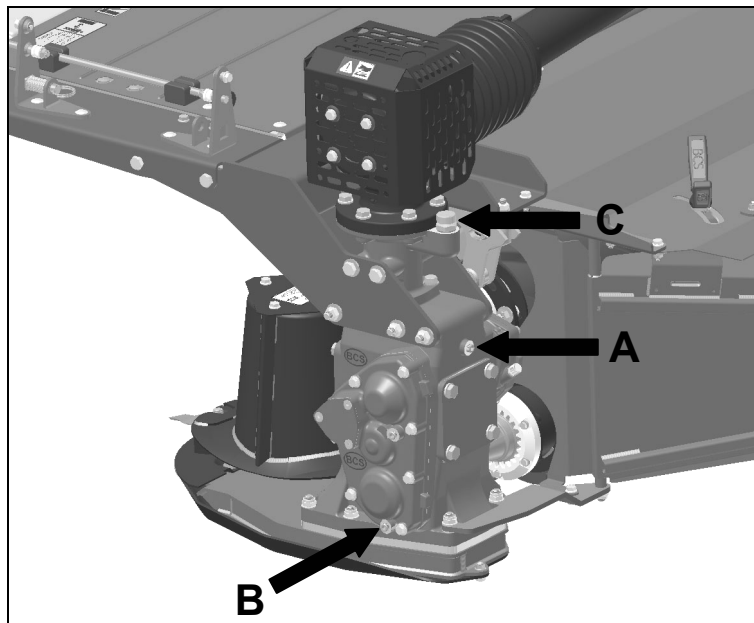

fig.19
- Con barra in posizione orizzontale, controllare periodicamente che l'olio del supporto sfiori il foro **A** (fig.19).
- Per la sostituzione allentare il tappo **B** (fig.19) e lasciare defluire l'olio, si raccomanda di eseguire questa operazione a olio caldo.
- With the bar in a horizontal position, regularly check that the support oil touches hole **A** (fig.19).
- To replace, slacken cap **B** (fig.19) and let the oil flow out. Do this when the oil is hot.
- Avec la barre en position horizontale, contrôler périodiquement que l'huile du support touche légèrement le trou **A** (fig.19).
- Pour le remplacement, desserrer le bouchon **B** (fig.19) et laisser s'écouler l'huile, on recommande d'exécuter cette opération lorsque l'huile est encore chaude.
- Con barra en posición horizontal, controlar periódicamente que el aceite llegue al orificio **A** (fig.19).
- Para la sustitución aflojar el tapón **B** (fig.19) y dejar que el aceite fluya, se recomienda realizar esta operación con el aceite caliente.
- Bei horizontal stehendem Balken ist regelmäßig zu prüfen, dass das Öl der Halterung bis zu Öffnung **A** (Abb.19) reicht.
- Zum Ersatz die Abdeckung **B** (Abb.19) losdrehen und das Öl ablaufen lassen; dieser Vorgang sollte durchgeführt werden, wenn das Öl warm ist.